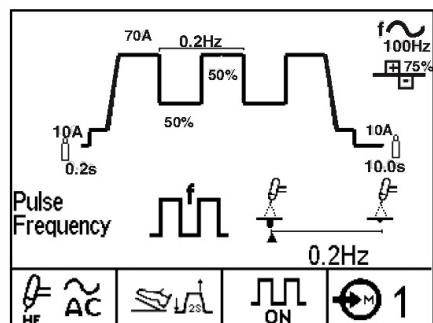

Abb. B.4c
- Impuls-WIG (siehe Abb. B.4c)
2. Im **Parameteranzeigebereich** werden der ausgewählte Parameter, dessen Anzeigesymbol sowie der voreingestellten Wert angezeigt. Der eingestellte Wert kann durch Drehen des Drucktasten-Drehreglers geändert werden. Bei bestimmten Parametern wie der Frequenz (im AC-Betrieb) ist eine erweiterte Symbolanzeige vorhanden, die die Auswirkungen der Änderung des Parameters auf den Lichtbogen und/oder das Schweißnahtprofil anzeigt. Bei der Einstellung dieser Parameter bewegt sich ein Zeiger zwischen Min.- und Max-Symbol und zeigt die relative Auswirkung des Parameters. Die in Abb. B.4c dargestellte Impulsfrequenz ist ein Beispiel für die erweiterten Symbolanzeige. Ein Verzeichnis der erweiterten Symbole ist in Tabelle B.1 enthalten.